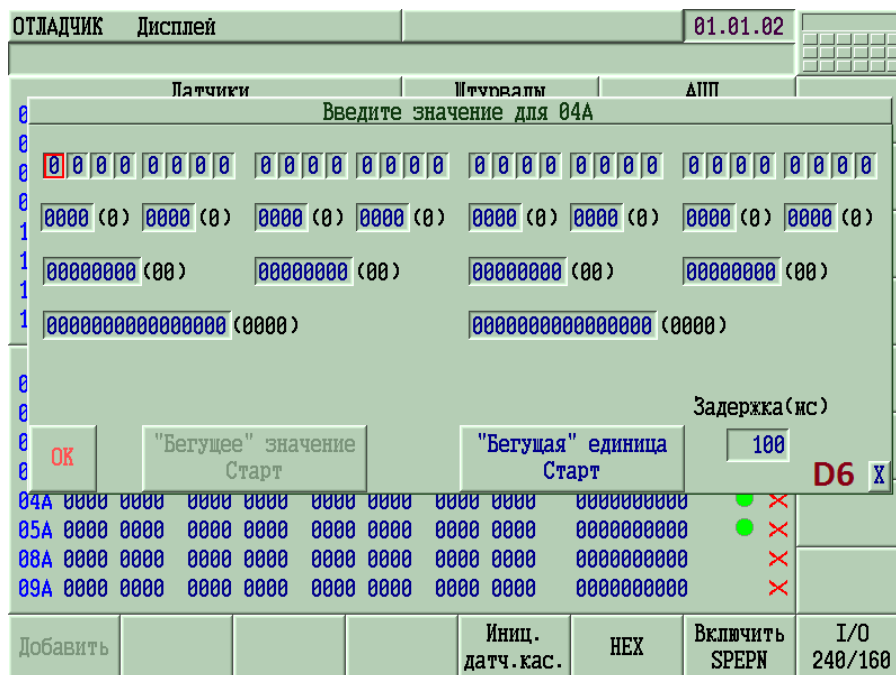

Рисунок 10.2
2) тестирование дискретных Выходов (окно D6; рисунок 10.2).